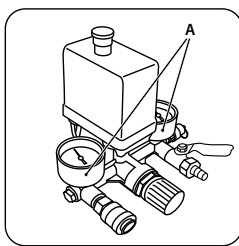
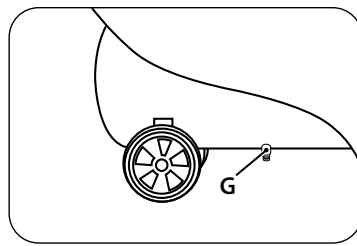

рис. 9
рис. 10
Компрессор оборудован манометром (A) (рис. 9) для контроля давления, клапаном для слива конденсата из ресивера (G) (рис. 10).
При первом запуске компрессор должен проработать без нагрузки около 10 минут с полностью открытым регулятором давления выходного воздуха и клапаном слива конденсата из ресивера (рис. 10).